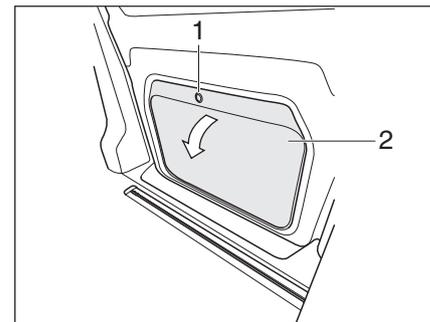

Bild 9 Tisch entnehmen
- ▶ Knopf (Bild 9,1) an der Abdeckung (Bild 9,2) drücken.